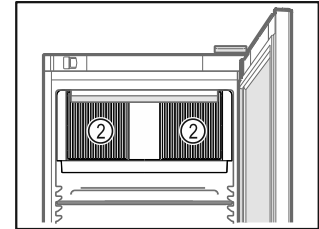

Fig. 56
- Не закрывайте вентиляционную щель (Fig. 56 (2)), вентилятор циркуляции воздуха во внутренней камере.